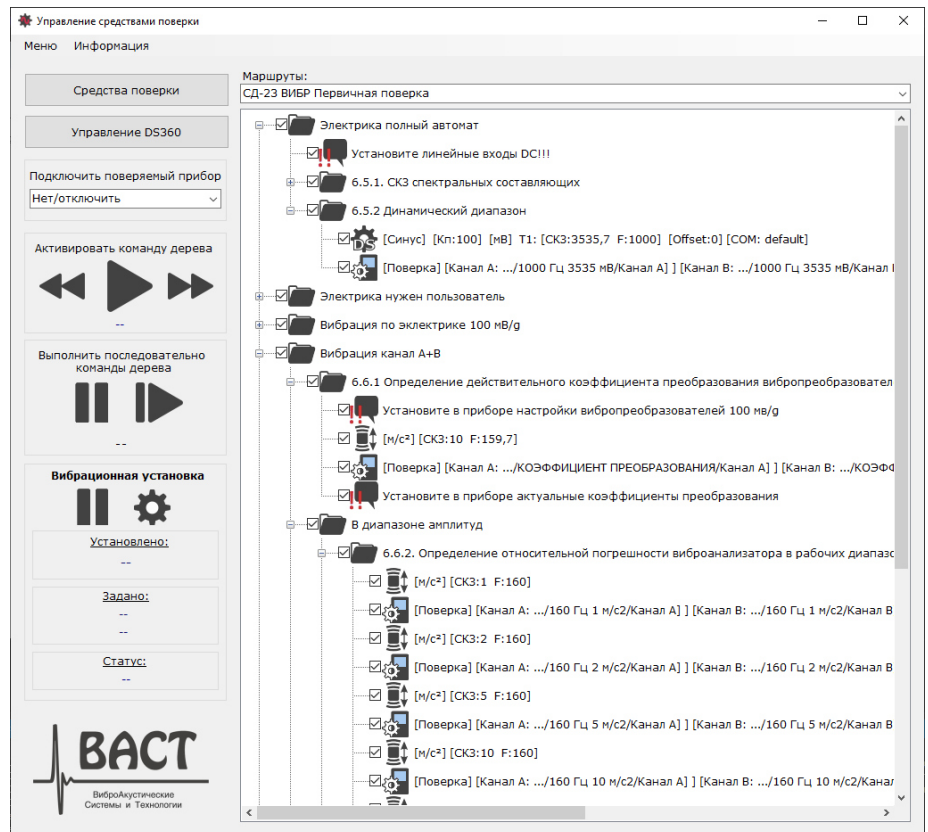

Рисунок 2. Основное окно программы.
После закрытия окна «**Подключение приборов**» окно доступно по нажатию кнопки «**Средства поверки**» (рисунок 2).
- 4) В окне программы поверки (рисунок 2) в поле «**Подключитьверяемый прибор**» выбрать «**СД-23**».